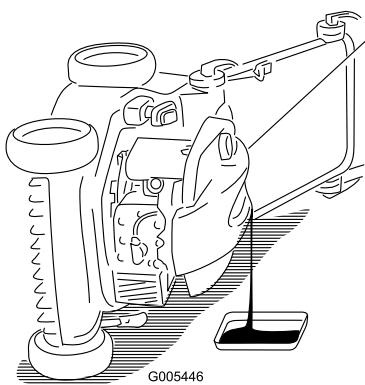

Figura 24
- Ponga el cortacésped de lado (con el filtro de aire hacia arriba) para drenar el aceite usado a través del tubo de llenado de aceite (Figura 24).